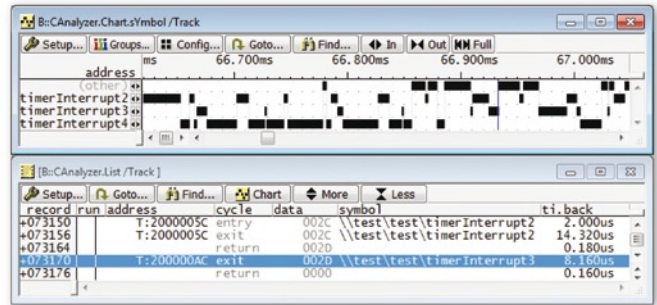

Bild 1: Interrupttrace beim Cortex-M3.
b) Tracequellen, die Traceinformationen für chipinterne IP (Intellectual Property) generieren, wie etwa spezielle Interrupttraces (siehe Bild 1).